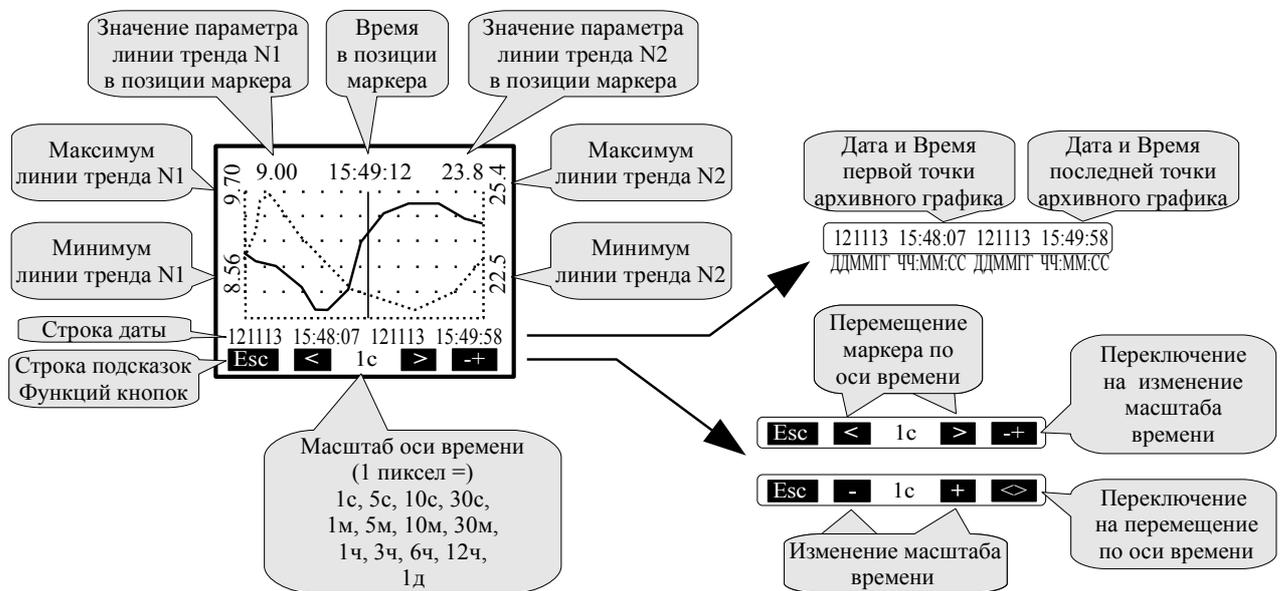

Рисунок 1 - Описание элементов управления и отображения данных в подменю «Просмотр архива»
- **Просмотр архива** - в этом режиме просматривается архив. Правая кнопка позволяет переключать режим управления маркером: кнопками и либо изменяется интервал дискретности по времени, либо перемещается маркер, указывающий на время просмотра и значения измеряемых параметров в это время (смотри Рисунок 1).